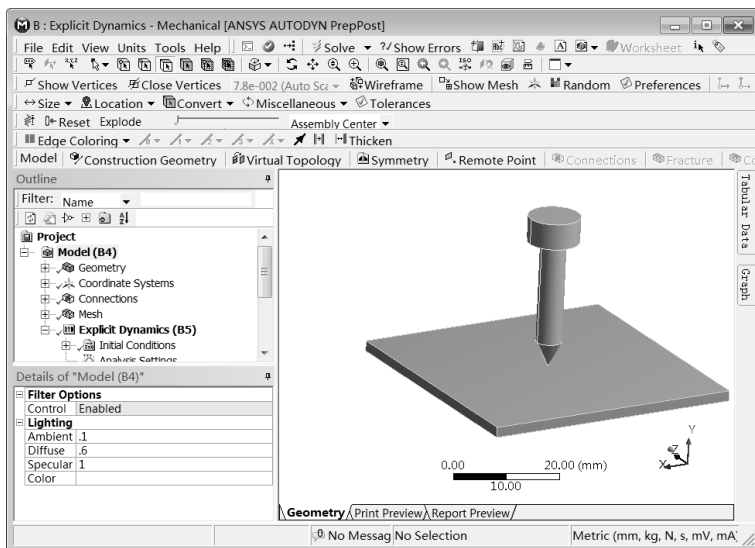

图 11-13 Mechanical 平台
Step1：双击项目 B 中的 B4 (Model) 选项，进入如图 11-13 所示的 Mechanical 平台。